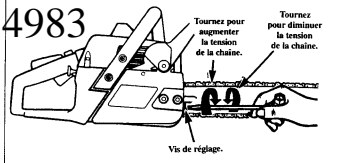

Figure 13
1. Soulevez l'extrémité de la barre de guidage et tournez le vis de réglage dans le sens des aiguilles d'une montre jusqu'à ce que la chaîne ne pende plus en-dessous de la barre de guidage, Figure 13.